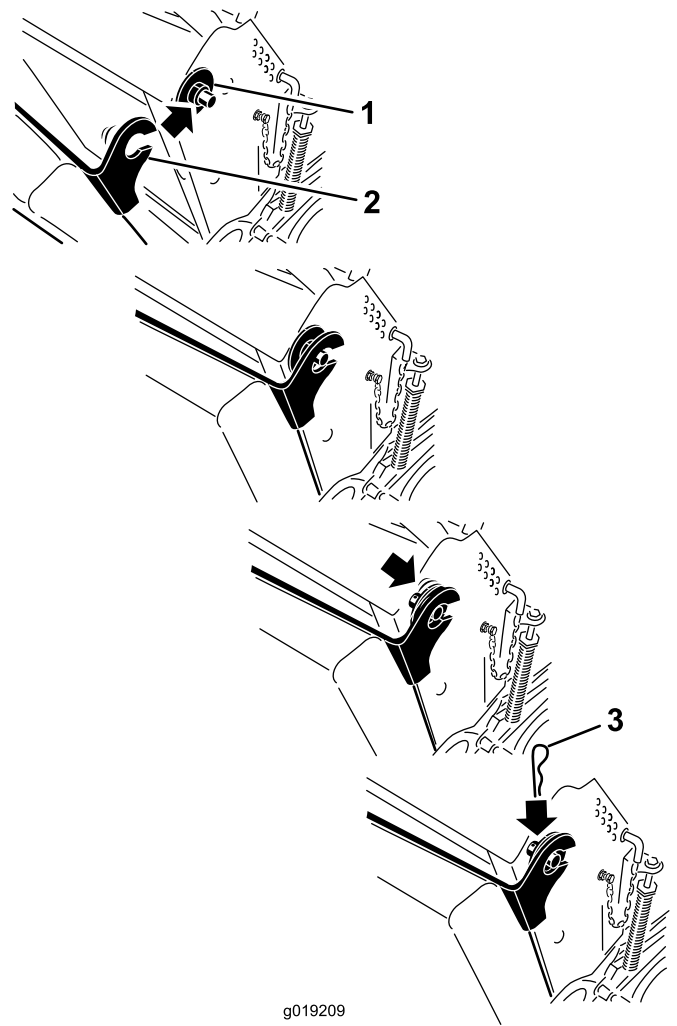

Figura 37
6. Levante el cojín y deslícelo sobre los pasadores en cada lado de la máquina (Figura 37).
7. Introduzca las arandelas grandes con casquillos de plástico en los soportes del cojín y sujételos con chavetas (Figura 37).